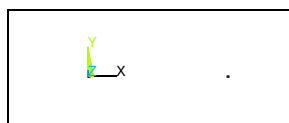

图 12-12 节点显示
⑦在“Create Nodes in Active Coordinate System”对话框中，在“NODE Node number”文本框中输入 2，在“X,Y,Z Location in active CS”文本框中输入“1、0、0”，单击“OK”按钮，屏幕显示如图 12-12 所示。